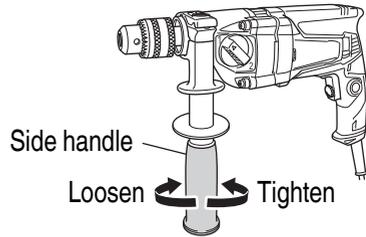

Fig. 2
8. Fixing the side handle (**Fig. 2**)